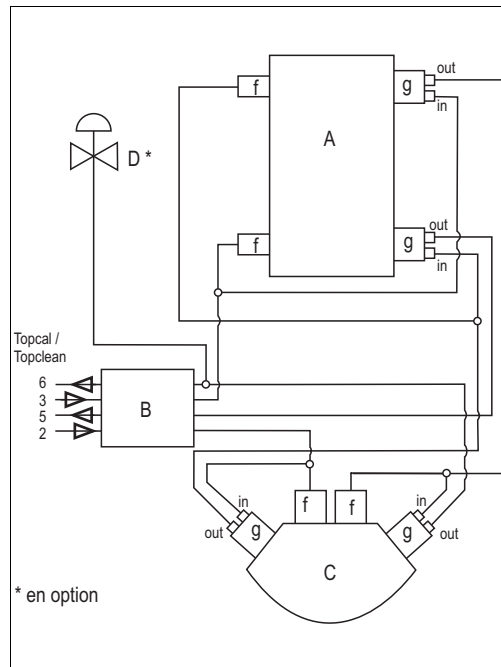
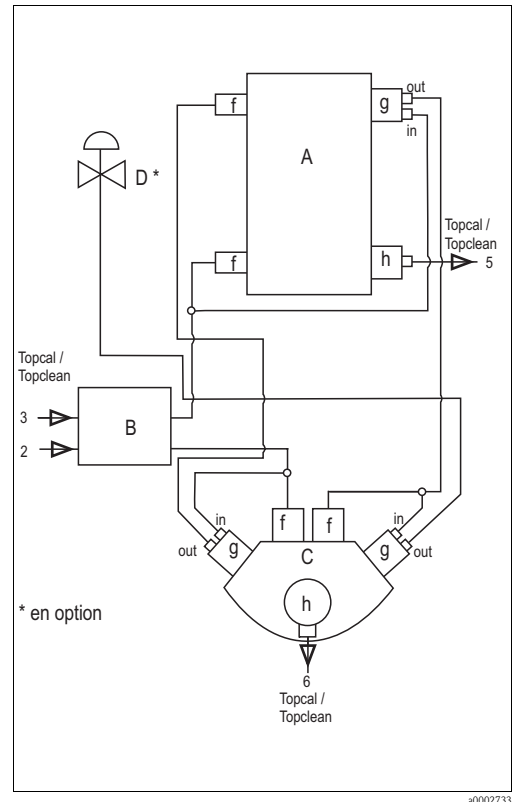

Fig. 14 : Schéma de raccordement des flexibles
Fig. 16 : Schéma de raccordement des flexibles
- Version "fin de course pneumatique" : 4 commutateurs pneumatiques (v. fig. 14)
3. Coupez la conduite d'air comprimé suivante (v. fig. 14, fig. 16) : du bornier pneumatique, entrée 6, au fin de course pneumatique de la commande avec vanne d'arrêt.
5. Raccordez le troisième raccord de la pièce en Y au raccord d'air comprimé (2) de la vanne de sortie de la chambre de rinçage.